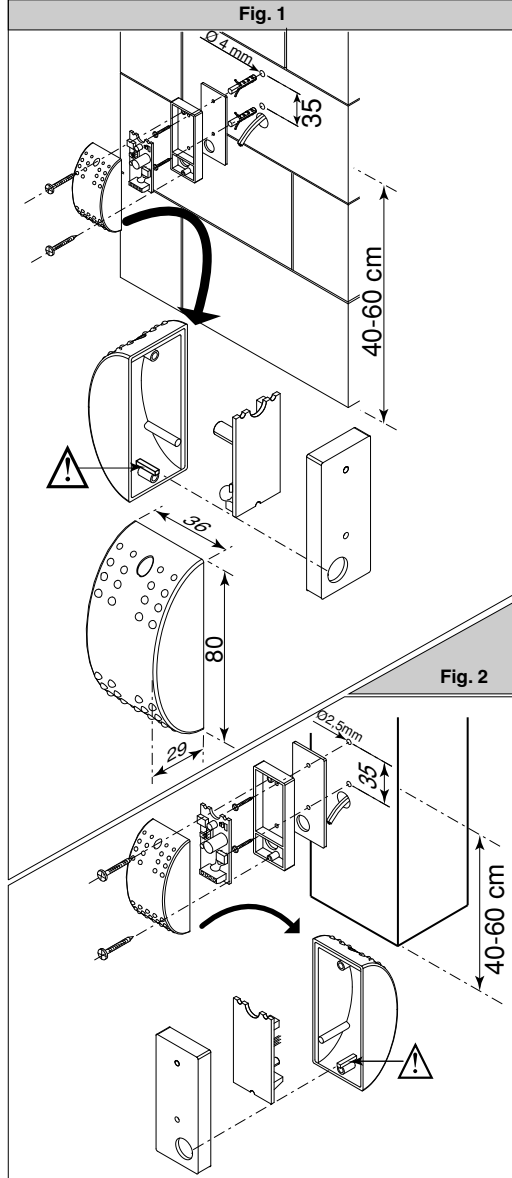

Fig. 2
- Installazione su pilastro in ferro (fig.2): verificare che le superfici di fissaggio siano piane e parallele tra loro. Fissare la maschera posteriore praticando 2 fori ø 2,5 mm dove avvitarne le viti auto-filattanti in dotazione.
- Installation on an iron pillar (fig. 2): Check that the securing surfaces are level and parallel. Fix the back mask to make 2 ø 2.5 mm holes where the self-tapping screws are to be fixed.
- Installation sur poteau en fer (fig. 2): vérifier que les surfaces de fixation sont planes et parallèles entre elles. Fixer le gabarit postérieur en effectuant 2 trous ø 2,5 mm pour visser les vis-taraud fournies en dotation.
- Installation auf Eisenposten (Abb. 2): Die Flächen für die Befestigung der Zellen müssen eben und parallel zueinander sein. Die hintere Maske anlegen, 2 Löcher ø 2,5 mm bohren und dort die beiliegenden selbstschneidenden Schrauben einführen.
- Instalación en un pilar de hierro (fig. 2): controle que las superficies de sujeción sean planas y paralelas entre sí. Fije la placa trasera realizando 2 taladros de \varnothing 2,5 mm en donde enrosca los tornillos autoataornillados suministrados.
- Instalação no pilar de ferro (fig. 2): verifique que as superfícies de fixação sejam planas e paralelas entre elas. Fixe a máscara posterior fazendo 2 furos \varnothing 2,5 mm nos quais aparafusar os parafusos auto-roscentes fornecidos com o equipamento de base.